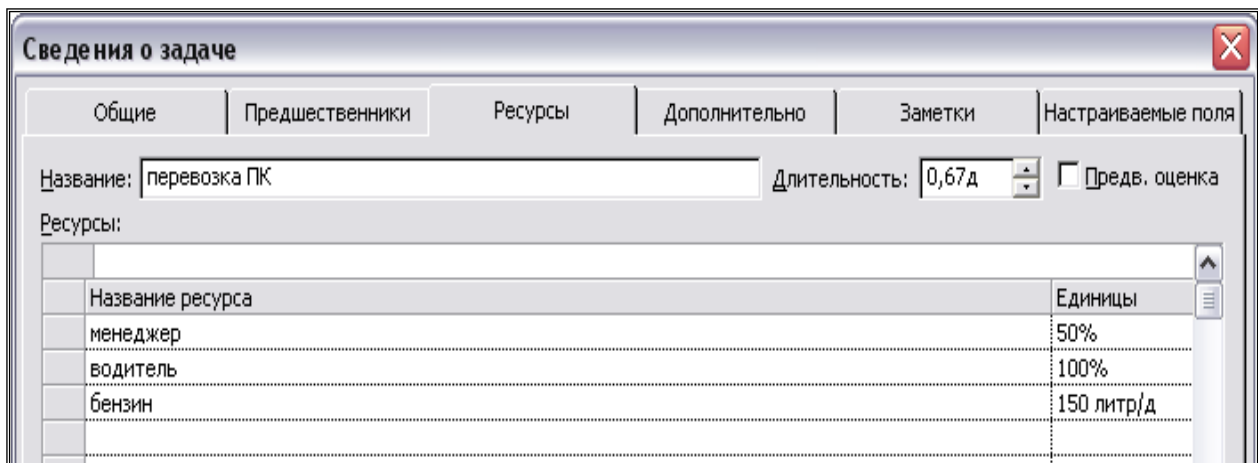

Рис. 17. Диалоговое окно «Сведения о задаче»
6. Выполнить назначения ресурсов в представлении **Диаграмма Ганта**, используя команду **Сервис - Назначить ресурсы**, или диалоговое окно «Сведения о задаче», вкладка *Ресурсы*. Если расход материала фиксированный, в поле *Единицы* укажите количество этого ресурса. Для ресурса «Бензин» в поле *Единицы* введите количество материала, расходуемого за единицу времени, затем через косую черту сокращенное название единицы времени, например «150 литр /д» (рис. 17).